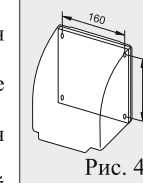

Рис. 4
5. Сделайте на стене крепежную разметку, как показано на рис. 4 и просверлите отверстия, в которые вставьте дюбели.